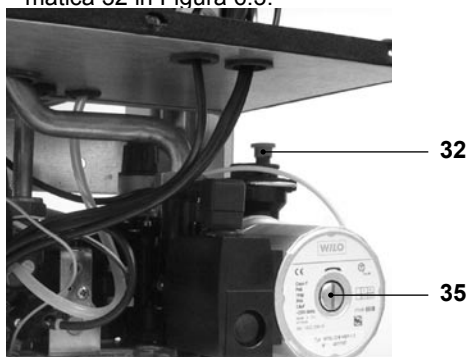

Figura 6.3
- Alzare il tappo della valvola di sfiato automatica 32 in Figura 6.3.
- Togliere il tappo 35 in Figura 6.3 e sbloccare la pompa ruotando il rotore con un cacciavite. Durante questa operazione sfiatare la pompa.